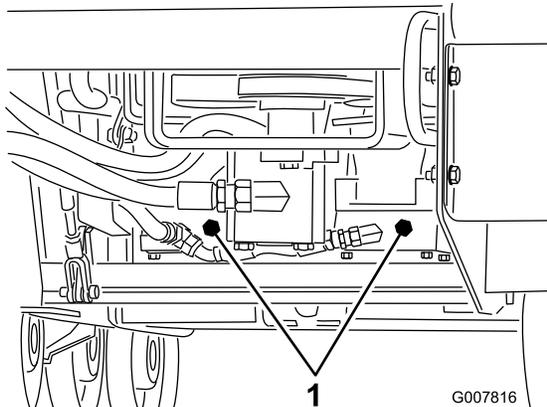

Figura 17
4. Con l'aiuto di una chiave, girate due volte in senso antiorario le valvole per il rimorchio situate sulle pompe idrauliche (Figura 17).